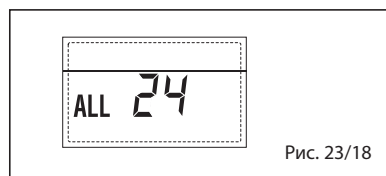

Рис. 23/18
– **СБОЙ ПОСЛЕДОВАТЕЛЬНОСТИ ВХОДА (S3) ТОЛЬКО ДЛЯ СИСТЕМЫ 7 «ALL 28» (рис. 23/22)**